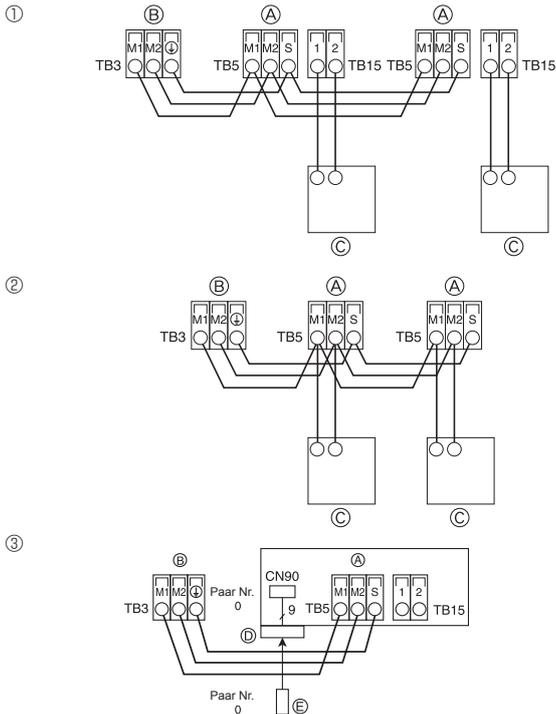

Fig. 5-12
5.5. Anschluss der Fernbedenungs-, Innen- und Außenübertragungskabel (Fig. 5-12)